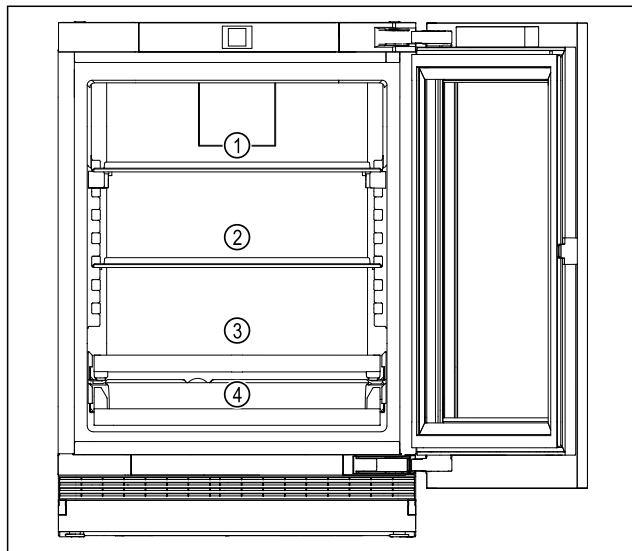

Fig. 5 Vejledende illustration
- ▶ Øvre område Fig. 5 (1): Til opbevaring af dåser og mindre flasker.
- ▶ Mellemste område Fig. 5 (2): Til opbevaring af dåser og mindre flasker.
- ▶ Nedre område Fig. 5 (3): Til opbevaring af dåser og mindre flasker.
- ▶ Drikkevarerhylde (4): Til opbevaring af dåser og mindre flasker.